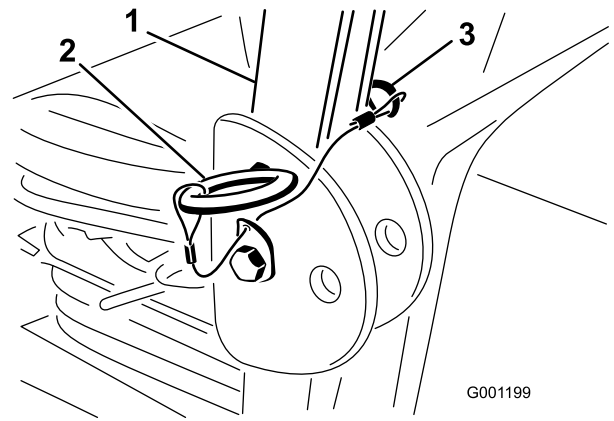

Bild 8
2. Klappen Sie den Überrollbügel hoch und entfernen Sie die Splinte und die zwei Stifte (Bild 8).